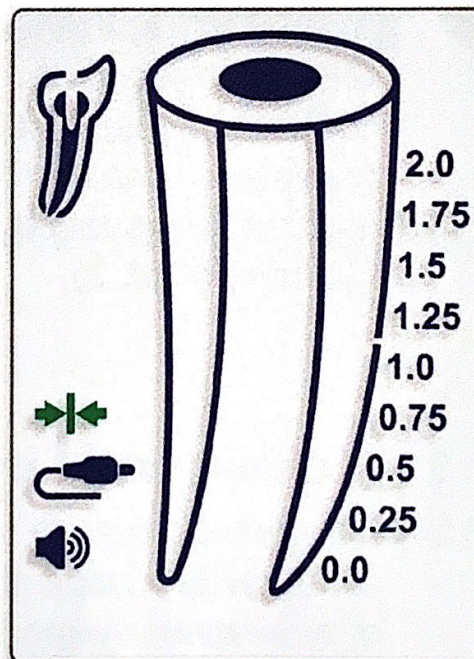

Рис. 1
- Символ «Соединение»  должен появиться на информационной строке экрана, означая наличие надлежащего электрического соединения (Рис. 1).